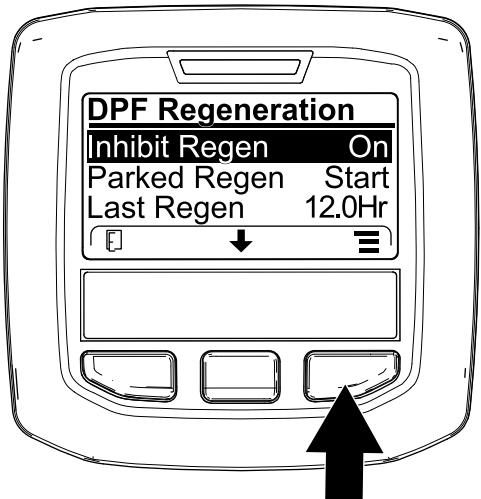

Bild 60
1. Navigieren Sie auf das Menü „DPF Regeneration“, drücken Sie die mittlere Taste und navigieren Sie auf die Option INHIBIT REGEN.; drücken Sie die rechte Taste, um den Eintrag „Inhibit Regen.“ auszuwählen (Bild 60).
2. Drücken Sie die rechte Taste, um die Einstellung für das Verhindern der Regenerierung von „On“ in „Off“ (Bild 60) oder von „Off“ in „On“ (Bild 61) zu ändern.